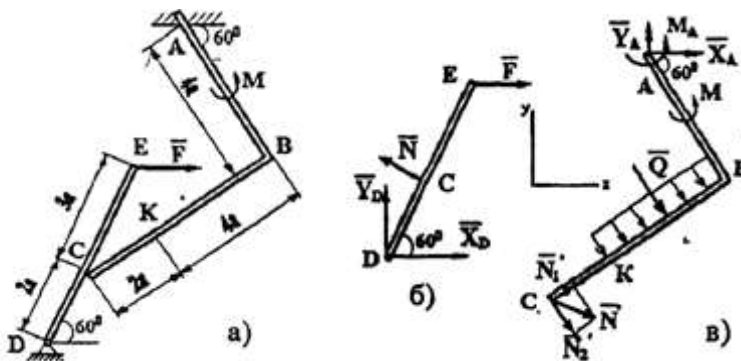

Рис. 22
**Пример 10.** На угольник  $ABC$  ( $\angle ACB = 90^\circ$ ), конец  $A$  которого жестко заделан, в точке  $C$  опирается стержень  $DE$  (рис. 22, а). Стержень имеет в точке  $D$  неподвижную шарнирную опору, и к нему приложена сила  $\vec{F}$ , а к угольнику - равномерно распределенная на участке  $KB$  нагрузка интенсивности  $q$  и пара с моментом  $M$ .
**Решение.** 1. Для определения реакций расчленим систему и рассмотрим сначала равновесие стержня  $DE$  (рис. 22, б). Проведем координатные оси  $XU$  и изобразим действующие на стержень силы: силу  $\vec{F}$ , реакцию  $\vec{N}$ , направленную перпендикулярно стержню и составляющие  $\vec{X}_D$  и  $\vec{Y}_D$  реакции шарнира  $D$ . Для полученной плоской системы сил составляем три уравнения равновесия:
2. Теперь рассмотрим равновесие угольника (рис. 22, в). На него действуют сила давления стержня  $\vec{N}$ , направленная противоположно реакции  $\vec{N}$ , равномерно распределенная нагрузка, которую заменяем силой  $\vec{Q}$ , приложенной в середине участка  $KB$  (численно  $Q = q \cdot 4a = 16 \text{ кН}$ ), пара сил с моментом  $M$  и реакция жесткой заделки, складывающаяся из силы, которую представим составляющими  $\vec{X}_A$ ,  $\vec{Y}_A$ , и пары с моментом  $M_A$ . Для этой плоской системы сил тоже составляем три уравнения равновесия: